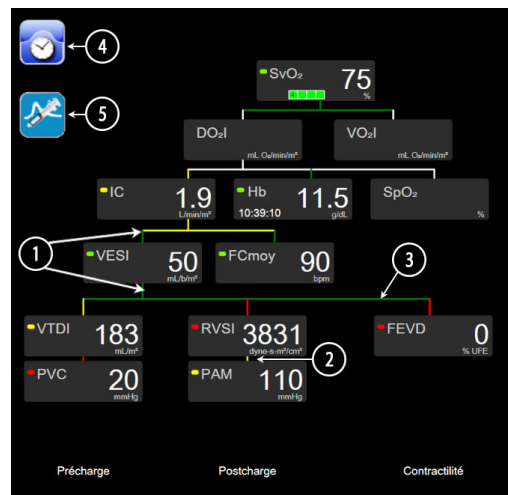

Figure 5-14 Écran relation physio pendant la surveillance à l'aide du module HemoSphere Swan-Ganz
- 2 Les lignes verticales qui relient directement deux paramètres s'affichent dans la même couleur que le voyant de paramètre ci-dessous (par exemple : entre RVSI et PAM dans la figure 5-14).
- 4 La barre de gauche s'affiche après avoir effectué un set de bolus. Toucher l'icône Horloge/Courbe pour afficher des données archivées lorsqu'il y en a (voir la figure 5-14).
L'exemple décrit dans la figure 5-14 correspond à une surveillance à l'aide d'un module HemoSphere Swan-Ganz. Des différences en matière d'apparence et de paramètres se produiront avec d'autres modes de surveillance. Par exemple : en mode Surveillance par capteur FloTrac, FC_{moy} est remplacé par FP ; VPP et VVE s'affichent (si configurés) et VTD et FEVD ne s'affichent pas.